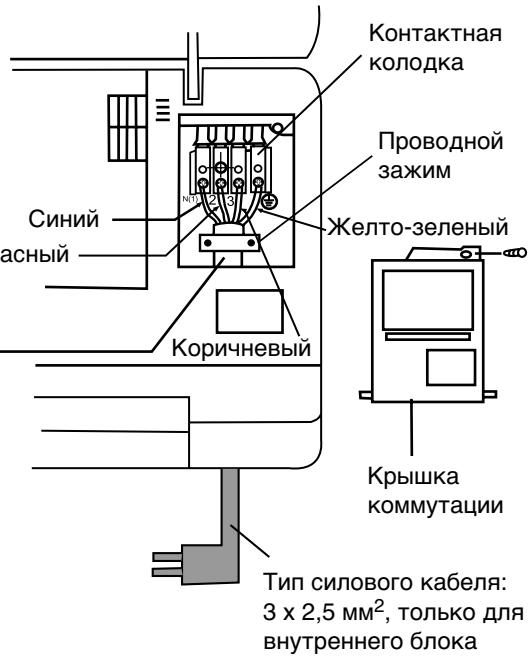

Рис. 4
- Снимите крышку коммутации (рис. 4).
- Подключите синий провод кабеля питания к клемме "N(1)", коричневый - к клемме "2", красный - к клемме "3" и желто-зеленый (провод заземления) - к клемме \ominus , как показано на рис. 4.
- Для устройств с тепловым насосом подключите провод управления (4 x 0,75) к внутреннему блоку с помощью кабельного разъема, показанного на рис. 4, после чего закрепите провод на шасси.